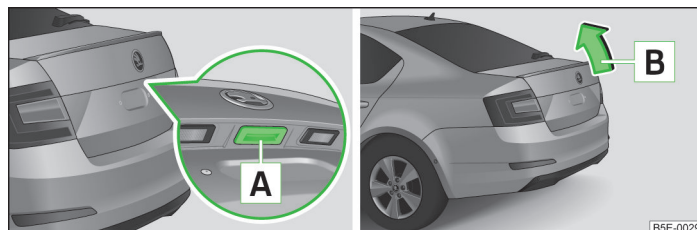

Fig. 19 Clapeta capotei portbagajului
- Apăsați mânerul **A** » fig. 19 și ridicați capota în sensul săgeții **B**.